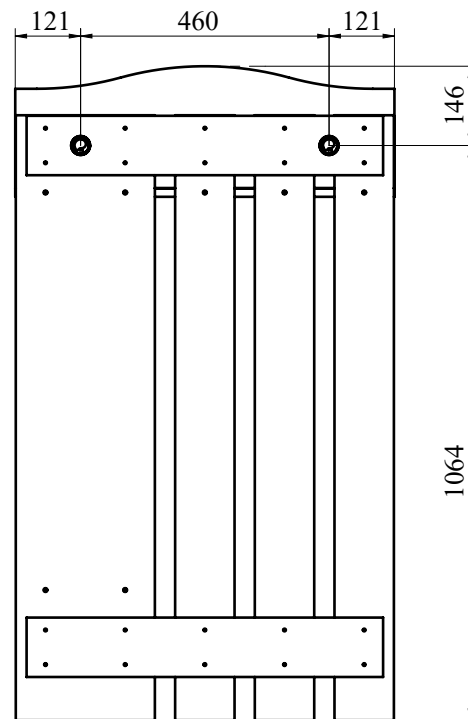

Рис.6
7. С помощью карандаша и рулетки разметьте стену (Рис. 6). Просверлите два отверстия под дюбель. Вбейте два дюбеля и вкрутите крючки для навесов. Повесьте вешалку на стену.